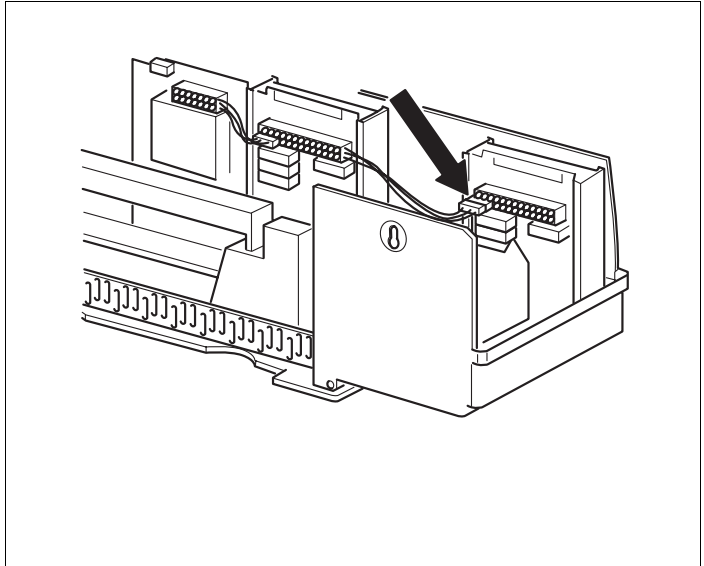

Bild 21 Herstellen der 230-V-Spannungsversorgung
- 230-V-Modulanschlussstecker an der vorgesehenen Position in die Steckerleiste einstecken (für Modulanschluss an Steckplatz 1, → Bild 21).